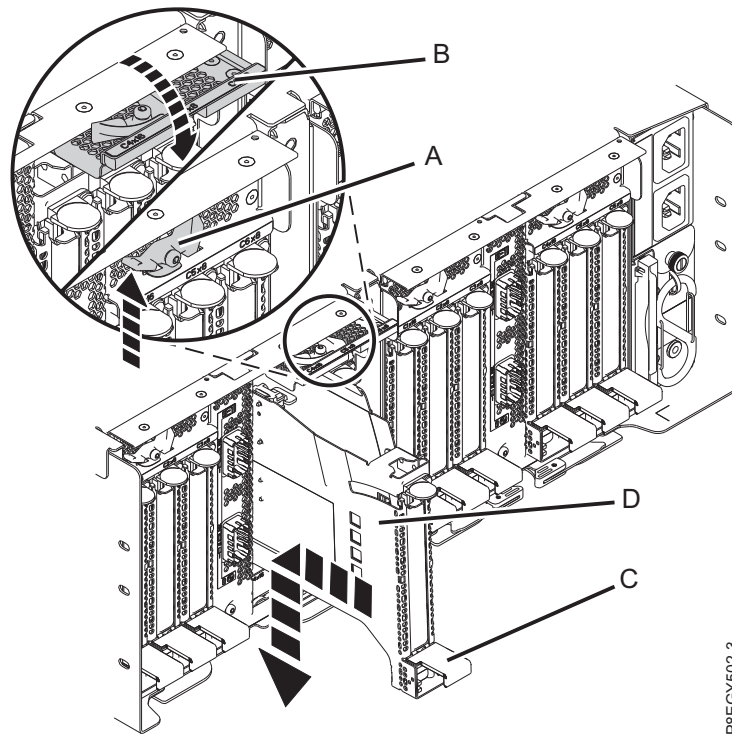

Figura 74. Instalación de una casete de adaptador PCIe en el cajón de expansión PCIe3
- b. Sujete con cuidado la casete de adaptador (**D**) por el borde superior y alinéela con la ranura. Consulte Figura 74 en la página 71.
- d. Cuando la casete de adaptador PCIe (**D**) esté completamente insertada en la ranura, presione el asa de la casete (**C**) hacia abajo para fijar la casete de adaptador (**D**) en su conector. Consulte Figura 74 en la página 71.
- e. Haga girar la puerta del mecanismo de cierre (**B**) hacia abajo y presiónela para situarla en la posición de cerrado, como se muestra en la Figura 74 en la página 71. La palanca del mecanismo de cierre (**A**) quedará fijada automáticamente.